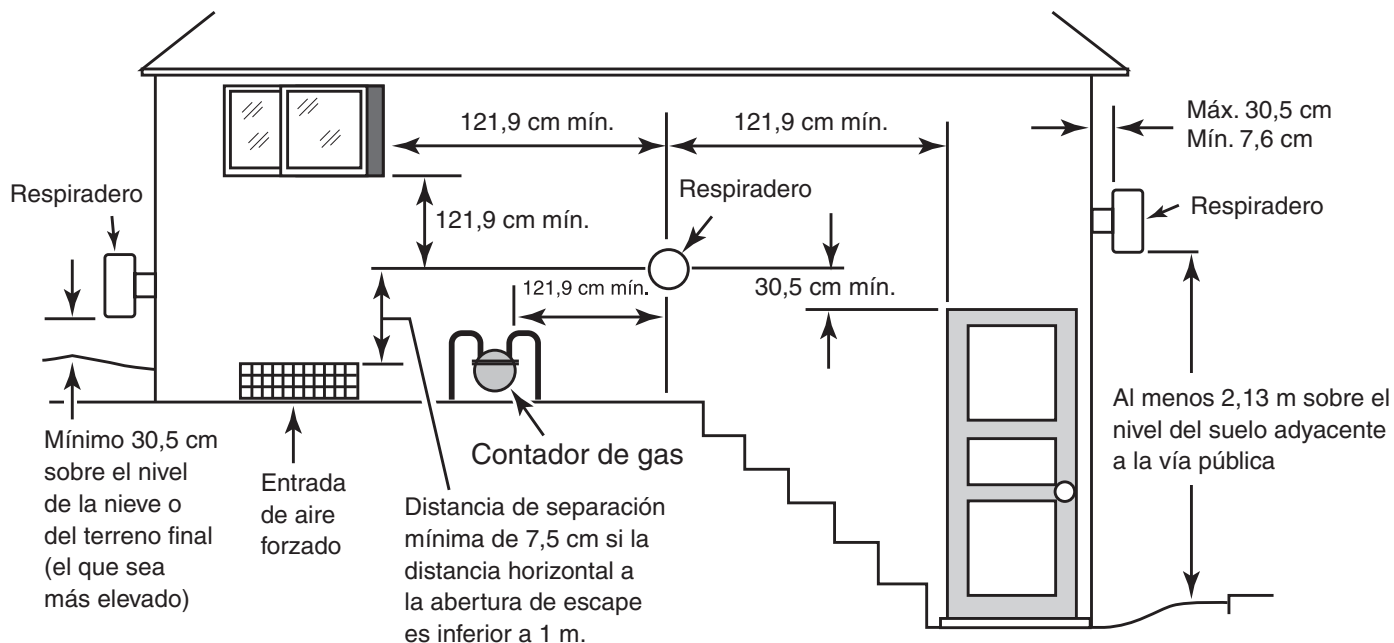
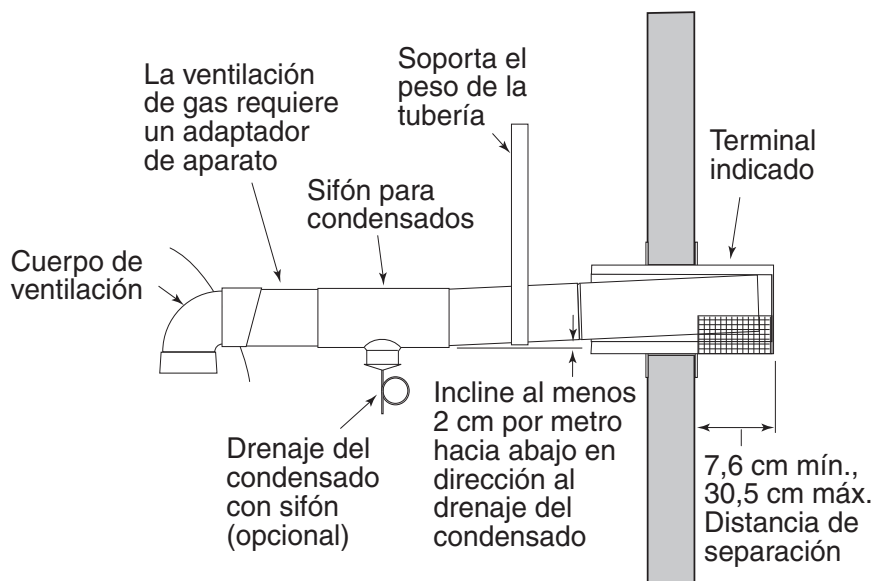
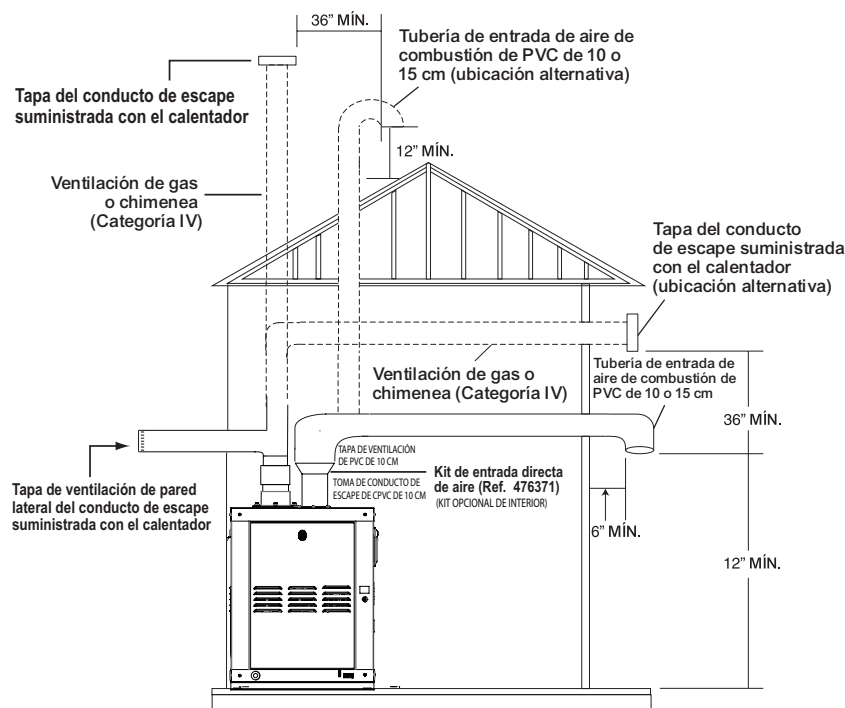

Figura 28
Figura 29
Figura 30
## **VENTILACIÓN HORIZONTAL O VERTICAL (CATEGORÍA IV) - PRESIÓN POSITIVA** (Véase la Figura 29 en la página 37 y la Figura 30 en la página 38)
3. **Respiradero:** vertical (véase la Figura 28 a continuación y la Figura 30 en la página 38), para que la altura del respiradero quede por encima del tejado. Utilice un respiradero *aprobado* especificado por los códigos locales y nacionales y las instrucciones del fabricante. El respiradero debe estar en posición vertical. En Canadá, la tapa de ventilación debe estar a una distancia de separación mínima de 1,2 m horizontalmente con respecto a los contadores eléctricos, los contadores de gas, los reguladores y las aberturas de alivio.
**El terminal debe estar ubicado (EE. UU. – véase la Figura 28 en la página 36):**
- Como mínimo a 7,6 cm y como máximo a 30,5 cm de la pared (véase la Figura 30 en la página 38), de acuerdo con las instrucciones del fabricante del conducto de ventilación
**El terminal debe estar ubicado (Canadá – véase la Figura 28 en la página 36):**
La tapa de ventilación directa de escape DEBE instalarse en el exterior del edificio. La tapa de ventilación directa no puede instalarse en un pozo o por debajo del nivel del suelo. La tapa de ventilación directa debe instalarse al menos 0,3 m por encima del nivel del suelo y de los niveles de nieve normales; véase la Figura 28 en la página 36. La tapa de ventilación directa NO DEBE instalarse con ninguna entrada de aire de combustión directamente sobre una tapa de ventilación directa. Esta distancia vertical permitirá que los productos de escape de la tapa de ventilación directa se introduzcan en la entrada de aire de combustión instalada arriba.
Es recomendable aislar el conducto de ventilación de entrada (véase la Figura 30 a continuación) en climas más fríos.